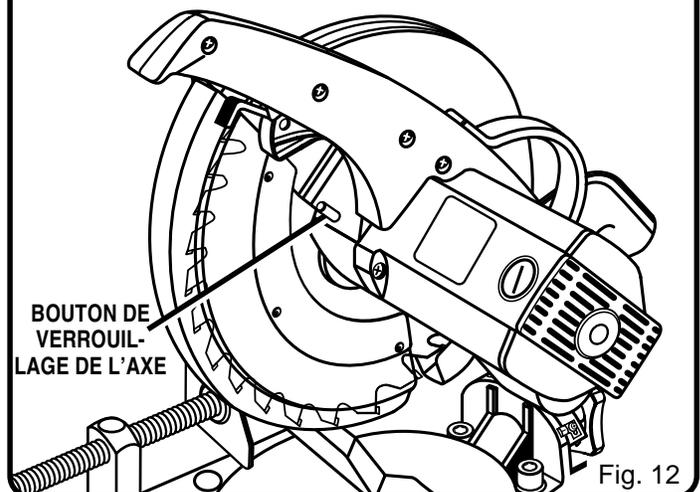

Fig. 12
- Appuyez sur la manette de verrouillage de l'axe et faites tourner la manette de lame jusqu'au blocage de l'axe. Voir la Figure 12.